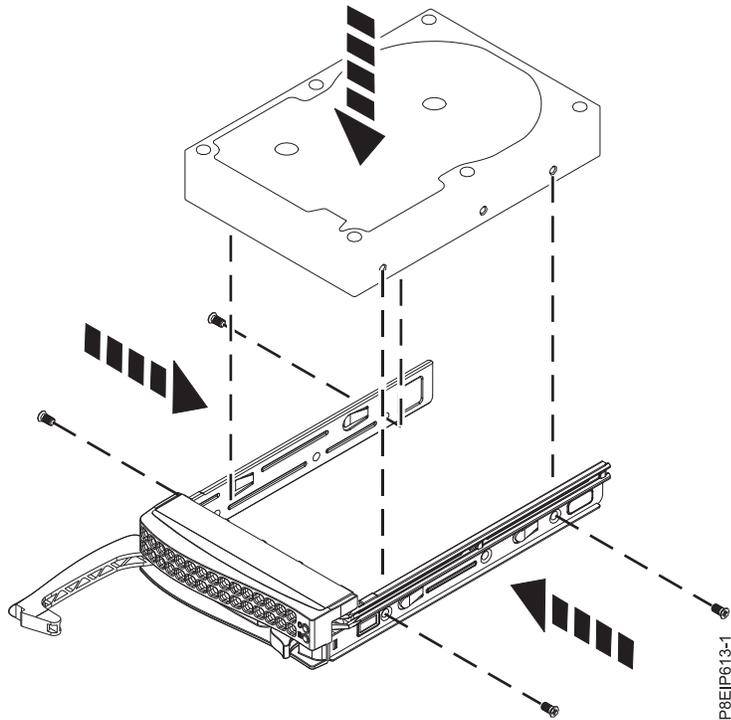

図 16. トレイへの 3.5 型ドライブの取り付け
- 3.5 型ドライブは、トレイ全体に収まります (21 ページの図 16 を参照)。ドライブをトレイの側面に 4 本のねじ (各側面に 2 本) で固定します。